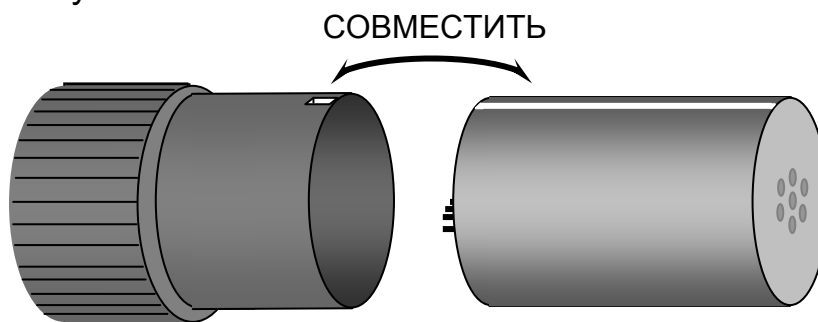

Рис. 6. - Установка датчика
- Установить датчик в контейнер, совместив продольную полосу на боковой стенке датчика с ключевым вырезом на торце контейнера, (см. рис. 6). Правильно установленный датчик должен выступать из стакана не более чем на 5-7 мм. Плотнo завинтить крышку.